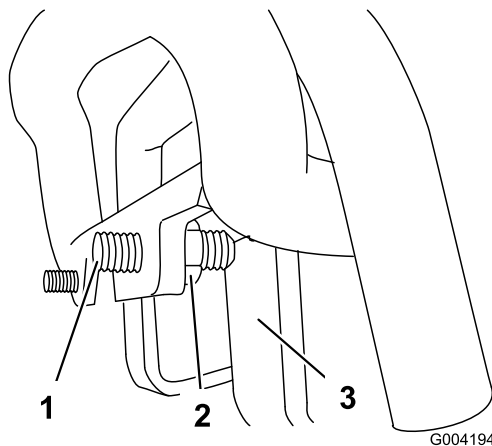

Bild 55
3. Falls die Maschine nach **links** zieht, lockern Sie die **rechte** Klemmmutter und stellen Sie die Spurweiten-Stellschraube vorne am Fahrantrieb ein (Bild 55).
4. Falls die Maschine nach **rechts** zieht, lockern Sie die **linke** Klemmmutter und stellen Sie die Spurweiten-Stellschraube vorne am Fahrantrieb ein (Bild 55).